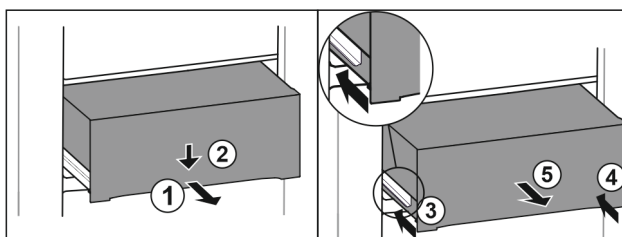

Fig. 123
- Schubfach halb herausziehen. Fig. 123 (1)
- Schubfach an der Vorderseite nach unten drücken. Fig. 123 (2)
- Linke Schiene etwa 2 cm einschieben. Fig. 123 (3)
- Rechte Schiene etwa 2 cm einschieben. Fig. 123 (4)
- Schubfach nach vorne entnehmen. Fig. 123 (5)